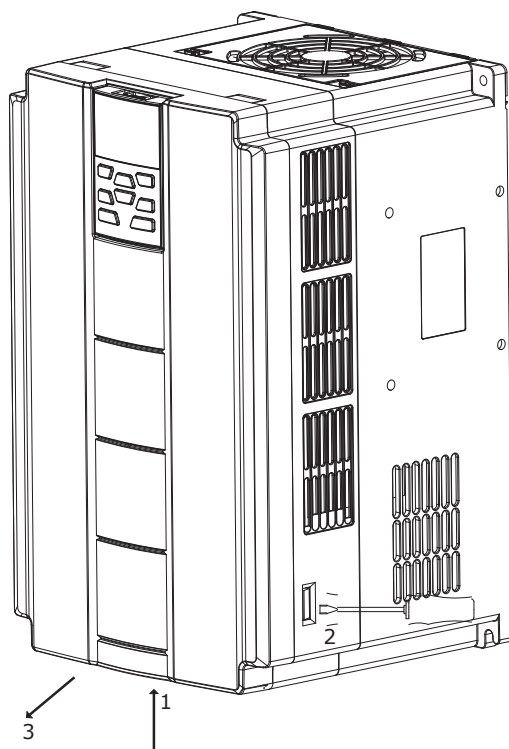

Рисунок 2.9 – Открытие крышки
2.2.11.3 Открытие крышки ПЧ моделей OptiCore A300-37K-H30K-380-0-T, OptiCore A300-45K-H37K-380-0-T провести в следующей последовательности (см. рисунок 2.9):